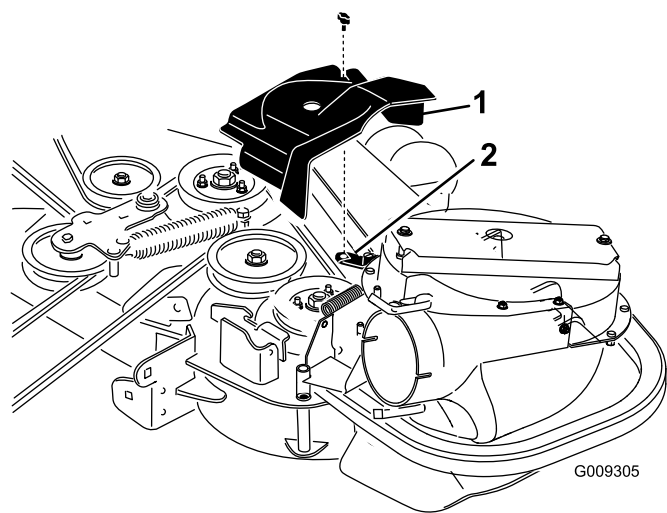
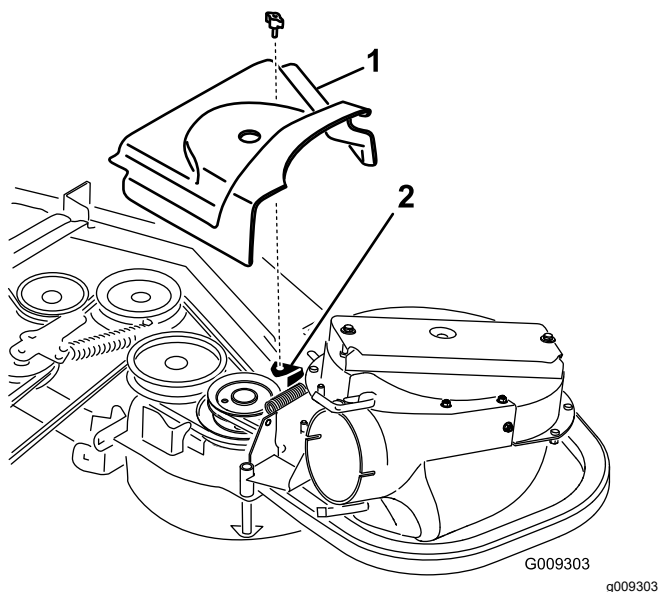

Figure 31
Figure 32
2. Montez le nouveau protège-courroie de sorte que les crans situés de chaque côté passent par-dessus les supports du capot et fermez le verrou (Figure 31 ou Figure 32).